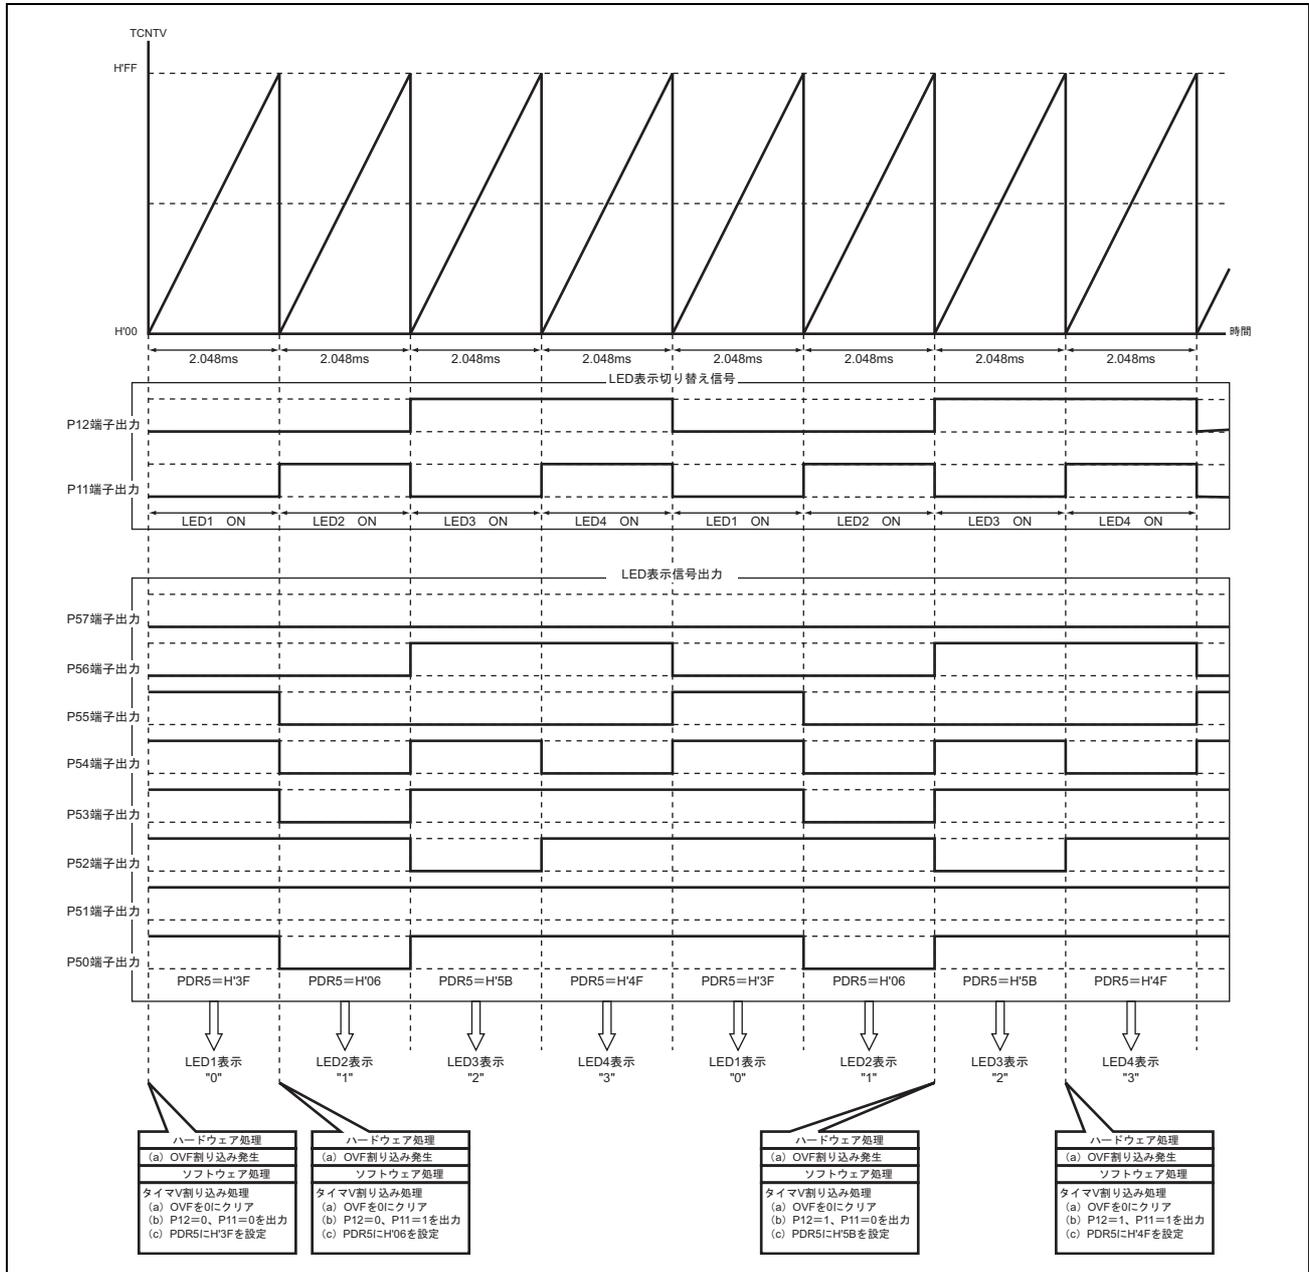

図 3.2 7セグメント LED 表示制御の動作原理
2. 7セグメント LED の表示制御の動作原理について説明します。図 3.2 は LED4~LED1 に “3210” を表示する場合の動作原理について説明しています。図 3.2 に示すようにタイマVオーバーフロー周期ごとにLED4~LED1 を順番に表示させることにより7セグメント LED のダイナミック表示を行っています。